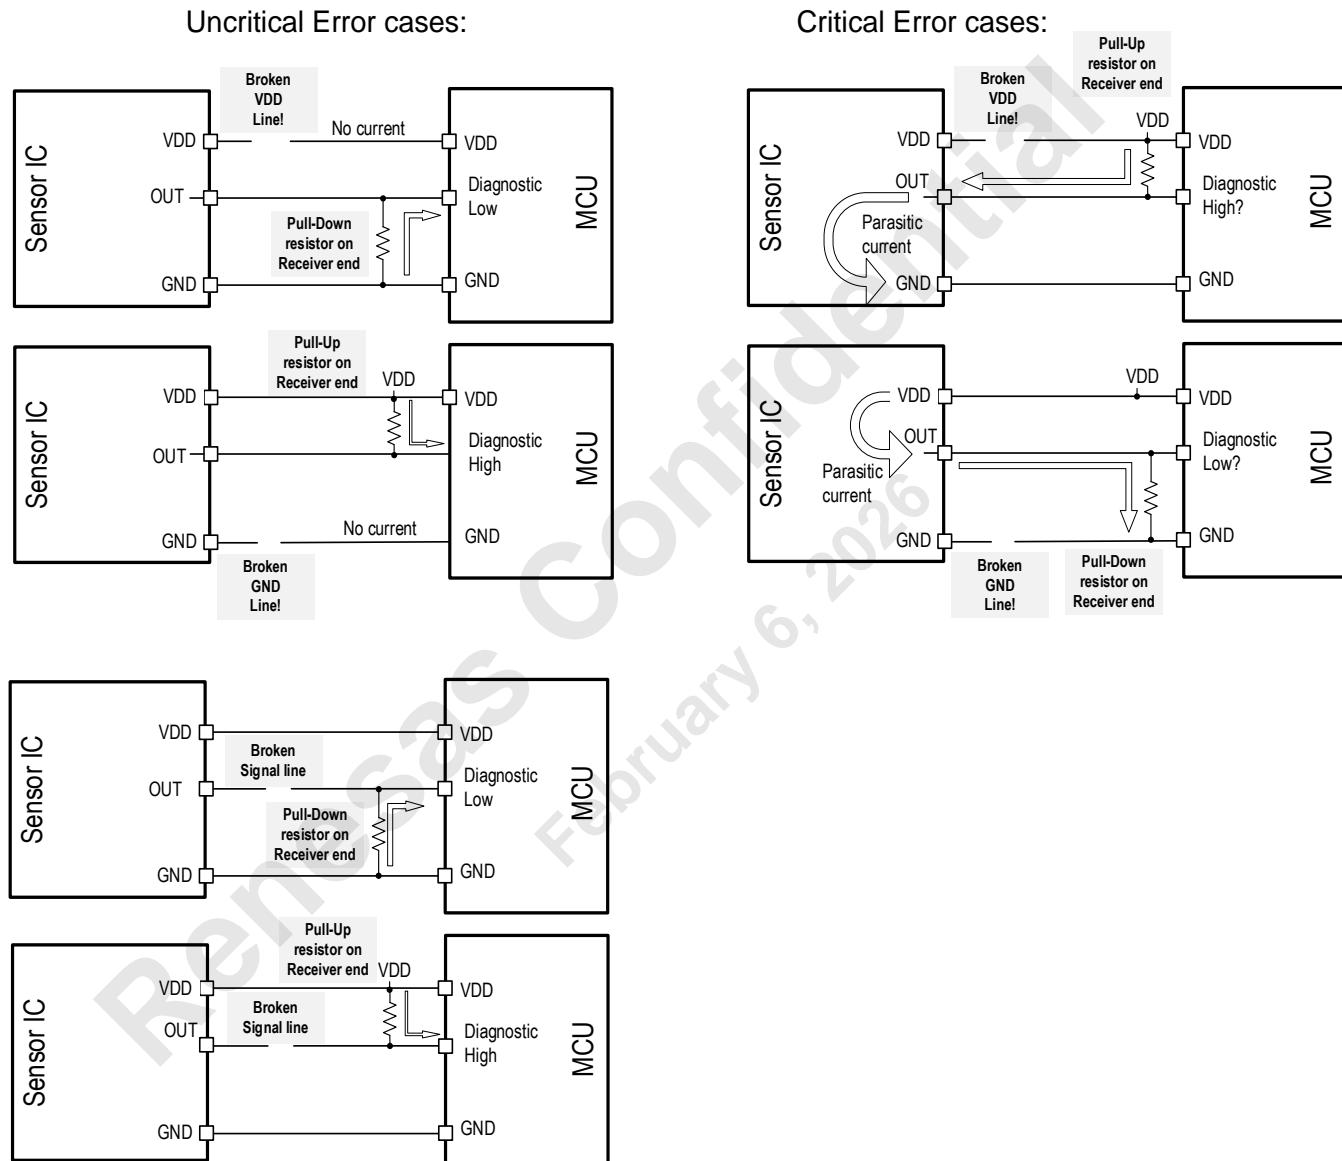
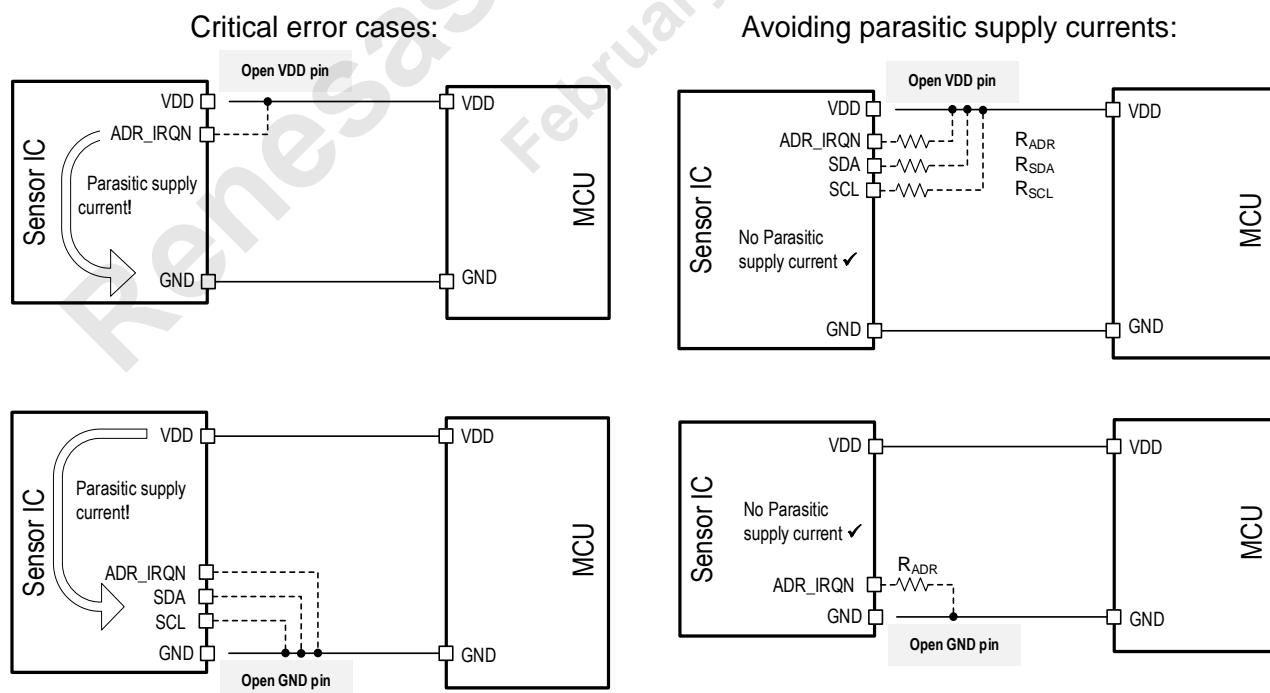

図 25 VDD または GND ラインの断線によるアナログ出力の寄生電流
図 26 ADR IRQN 端子、SDA 端子、SCL 端子の寄生電流
電源、グランド、またはアナログ出力の断線のほとんどはアナログ出力端子の DC 電圧をモニタすることにより容易に検出可能です。図 25 左列の図を参照してください (OUT は SIN_SCL、SINN、COS_SDA または COSN です)。診断エラーまたは信号線断線の場合、影響を受けた端子の DC 電圧は外付けのプルアップ抵抗またはプルダウン抵抗により診断範囲 (diagnostic high または diagnostic low) へ引き込まれます。
- 受信側に外付けプルアップ抵抗が有る場合の VDD の断線 (図 25 右上の図参照):
- 受信側に外付けプルダウン抵抗が有る場合のグランド配線の断線(図25右下の図参照):
VDD または GND 端子がオープンの場合、ADR IRQN または SDA、SCL が VDD または GND に直接接続されている場合に寄生電源電流が流れる可能性があります (図 26 の Critical error cases 参照)。このような寄生電源電流を避けるには、図 26 の Avoiding parasitic supply currents に示すように、これらの端子を VDD または GND に抵抗を介して接続します。R_{ADR}、R_{SDA}、R_{SCL} の値は表 14 を参照してください。
<p>p.31 図 15,図 14: SCL の接続変更 p.32 セクション 15.2: 電源電圧の表記を 3.3V±10%または 5.0V±10%から、3.3V±0.3V または 5.0V±0.5V に変更 p.32 セクション 15.3.1: 説明と表の追加 p.32 図 17: 抵抗と抵抗値の表記変更 p.33 セクション 15.3.2: 参照する図の変更と表の追加 p.17 図 18: 抵抗値の表記変更 p.34 図 19: 抵抗値の表記変更 p.34 図 20: 抵抗値の表記変更 p.36 図 22: 抵抗値の表記変更 p.36 セクション 17: 図 22 の下の注記の修正 p.37 セクション 17.1: 動作電源電圧の記載を 3.3V±10%または 5.0V±10%から、3.3V±0.3V または 5.0V±0.5V に変更 p.37 表 22: Supply voltage range のプログラムオプションの記載を 3.3V±10%または 5.0V±10%から、3.3V±0.3V または 5.0V±0.5V に変更 p.40 セクション 18.2.1.2: 説明文の修正、追加 p.41 図 25: タイトル修正 p.42 表 24: 参照する図の明記 p.42 表 25: 参照する図の明記 p.42 セクション 18.2.1.2: 説明文修正 p.42 図 26: 対象端子の追加、抵抗値の表記変更 p.44 表 26: Output buffer failure の Temporary タイプの説明修正、Static タイプの追加 p.45 セクション 18.5: C_T の参照先追加 p.48 セクション 24: 章名、表内の「注文」を「発注」に変更</p>